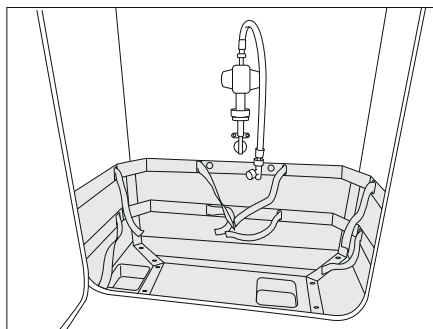
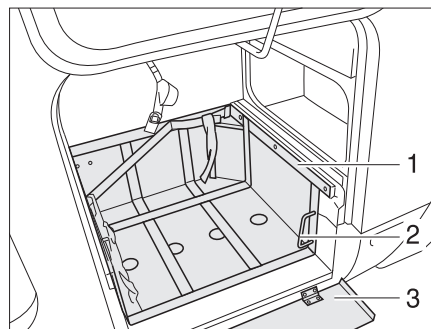

Fig. 227 Vano portabombole
Fig. 228 Vano portabombole, con carrello estraibile
- Se è disponibile una lamiera di protezione (Fig. 228,3), ribaltare la lamiera verso il basso.
- Sbloccare la slitta (Fig. 228,1) con maniglia (Fig. 228,2).
- Estrarre interamente la slitta (Fig. 228,3).
- Riportare indietro la maniglia (Fig. 228,2).
- Sbloccare la slitta (Fig. 228,3) con maniglia (Fig. 228,2).
- Inserire del tutto la slitta (Fig. 228,3) e riportare indietro la maniglia (Fig. 227,2).
- Se è disponibile una lamiera di protezione (Fig. 228,1), ribaltare la lamiera verso l'alto.